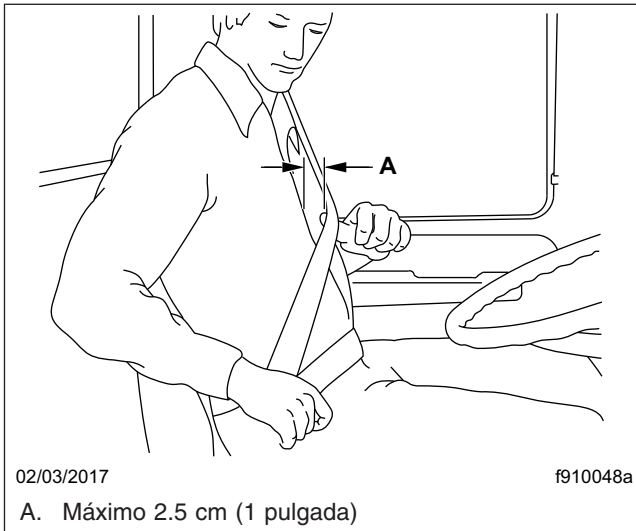
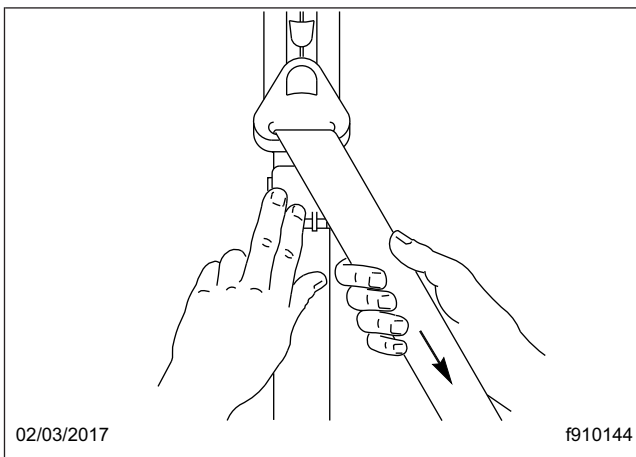

Figura 7.10, Ajuste de la holgura de la correa de hombro con el cierre Komfort Latch
Figura 7.11, Cómo trabar el cierre Komfort Latch
*Si hay un cierre Komfort Latch equipado, tire de la correa de hombro para disminuir la presión de la correa en su hombro y torso. No permita que haya más de 1 pulgada (2.5 cm) de holgura entre su torso y la correa de hombro. Una mayor holgura puede reducir significativamente la eficacia del cinturón de seguridad en un accidente o una parada repentina. Mientras mantiene la holgura del cinturón, presione la palanca del cierre Komfort Latch hacia arriba, presando el tejido del cinturón (**Figura 7.10** y la **Figura 7.11**).*